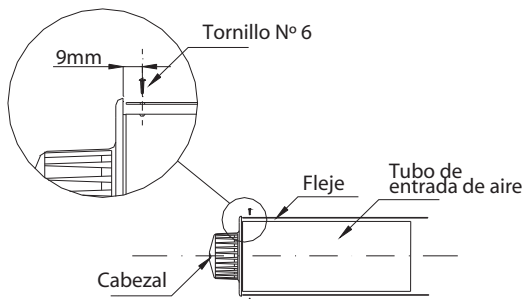

Fig.15
- Taladre 1 orificio de 3 mm de diámetro simultáneamente en el Tubo de Entrada de Aire y en el cuello del Cabezal a 9 mm del borde (Fig. 15)